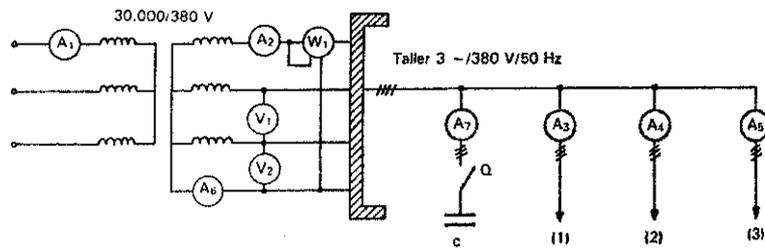

Figura 15.27
- 16) Una línea trifásica con neutro alimenta la instalación eléctrica de una nave de industria pesada comercial. Las cargas, que se conectan de una forma equilibrada son las siguientes: (1) motor trifásico de 50 KW, 240 V, $\cos \varphi = 0,8$; (2) motor trifásico de 40 KW, 240 V, $\cos \varphi = 0,85$; (3) 375 lámparas incandescentes de 40 W, 240 V; (4) 250 lámparas fluorescentes de 40 W, $\cos \varphi = 0,9$. Determinar las potencias, el FP y la intensidad de línea de el conjunto de la instalación.
- 17) En la Figura 15.27 se muestra el esquema general de distribución de una instalación industrial.